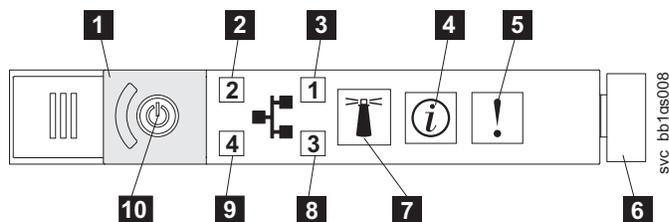

図 93. SAN ボリューム・コントローラー 2145-CG8 または 2145-CF8 オペレーター情報パネル
1. SAN ボリューム・コントローラー 2145-CF8 オペレーター情報パネル 上のエラー LED (図 93 を参照) が点灯または明滅していますか?